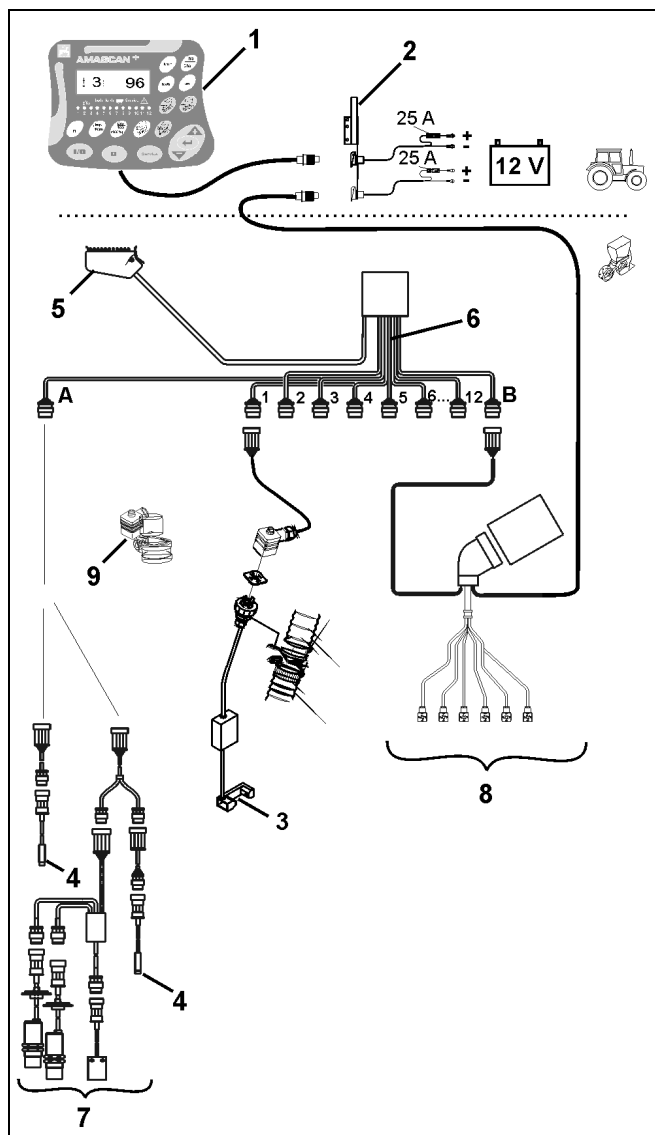

Fig. 3
- Pentru monitorizarea agregatelor de semănare, fiecare bob de sămânță generează un impuls, după ce a părăsit discul de separare și a trecut prin traductorul optic (Fig. 3/3) (bariera luminoasă cu infraroșii).